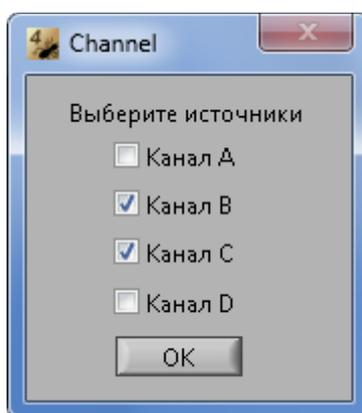

Рисунок 6 – Выбор канала
**Автоматические измерения** – активирует на дисплее индикаторы результаты автоматических измерений. Тип автоматического измерения выбирается в контекстном меню кнопки . Контекстное меню вызывается нажатием правой кнопки мыши, как это показано на рисунке 5. После выбора типа автоматического измерения будет предложено выбрать каналы аналогового ввода (Рисунок 6).